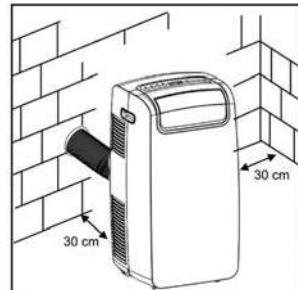

Fig. 6
Se necessario, l'apparecchio può essere installato in modalità semi-fissa (Fig. 6)Procedere come segue:
- Inserire un'estremità del tubo nel pezzo precedentemente montato sulla parete, come illustrato nella (Fig. 6)